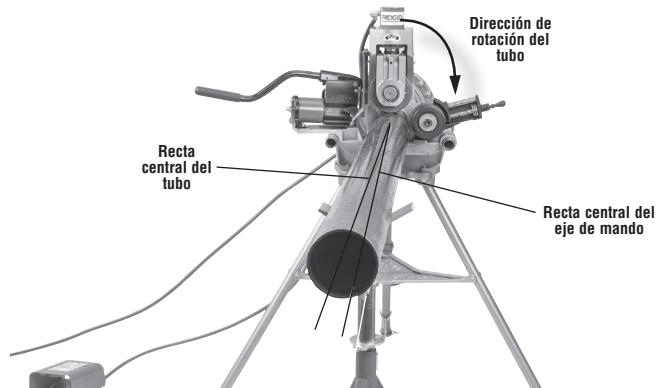

Figura 2 – Desvío del tubo en ½ grado hacia el operario (exagerado en la imagen para mayor claridad)
- Desvíe levemente el tubo y los soportabulos hacia el operario, en aproximadamente medio grado (aproximadamente 1 pulgada lateral a los 10 pies medidos desde la ranuradora a rodillos). El alineamiento correcto del tubo y la ranuradora a rodillos ayuda asegurar el trayecto correcto de la ranura en el tubo durante la operación (vea la Figura 2). Este es el descentrado correcto para ranurar con el interruptor de la máquina en el ajuste REV, y funciona con el estabilizador.